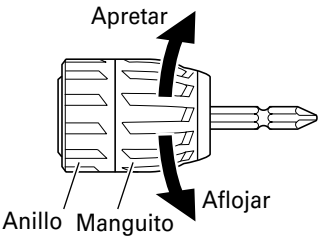

Fig. 9
- (1) Montaje de la broca
- Después de insertar una broca de destornillador, etc., en el portabrocas automático, sujete firmemente el anillo y apriete el manguito girándolo hacia la derecha (visto desde el frente) (Consulte la Fig. 9).
- (2) Desmontaje de la broca